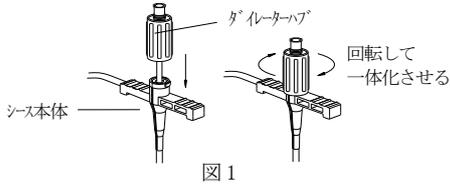

図1
6. シースにダイレーターを慎重に挿入し、ダイレーターハブを時計方向に回して締め込み、シース本体と一体化する（図1参照）。